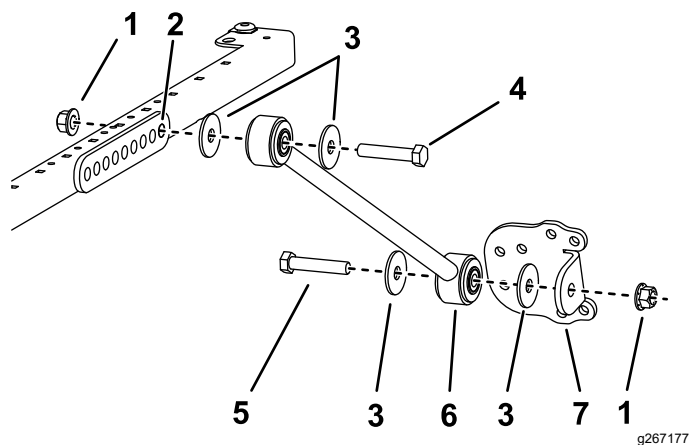

Figura 44
4. Su ciascun lato del telaio del parasole montate, senza serrarlo, un supporto di ancoraggio sul foro posteriore della staffa di ancoraggio con un bullone ($\frac{1}{2}$ " x $2\frac{3}{4}$ "), 2 rondelle ($\frac{1}{2}$ " e un dado flangiato ($\frac{1}{2}$ "), come illustrato nella Figura 44.
5. Montate, senza serrarla, una staffa di ancoraggio su ciascun supporto di ancoraggio con un bullone ($\frac{1}{2}$ " x $2\frac{1}{2}$ "), 2 rondelle ($\frac{1}{2}$ " e un dado flangiato ($\frac{1}{2}$ "), come illustrato nella Figura 44.